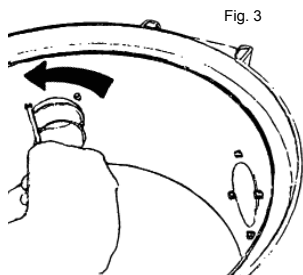

Fig. 3
1. Løsn støvsugerrørets sokkel ved at skru de fire Torx-kombinationsskruer ud med en Torx T20 eller en almindelig skruetrækker, Fig. 3.